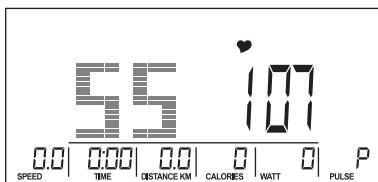
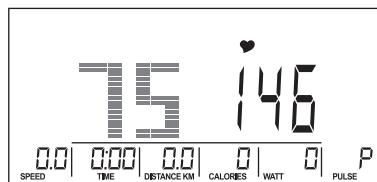
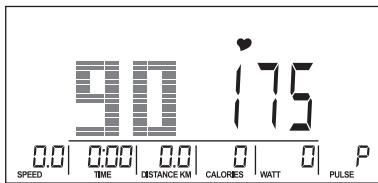
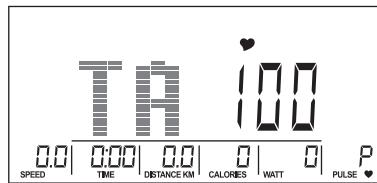

Abb. 15
Abb. 16
Abb. 17
Abb. 18
- Wählen Sie mit dem Datenrad, 55% (Abb. 15), 75% (Abb. 16), 90% (Abb. 17) oder TARGET H.R.C. / Standardwert: 100 (Abb. 18). Wenn Sie TA wählen, stellen Sie mit dem Datenrad einen Wert zwischen 30 und 230 ein. Drücken Sie MODE, um die Auswahl zu bestätigen.